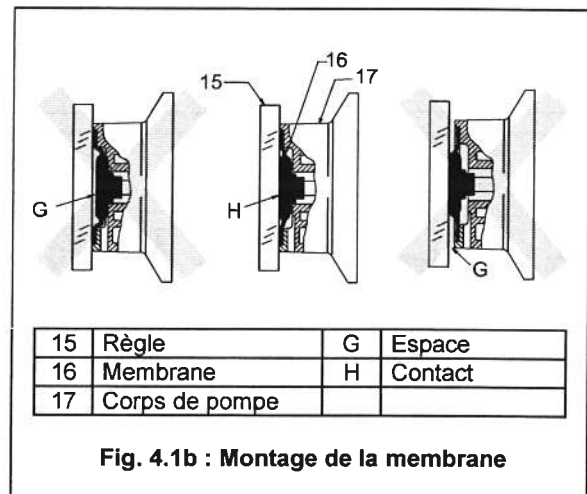

Fig. 4.1b : Montage de la membrane
7. Visser la nouvelle membrane de telle sorte que la partie centrale soit alignée avec les bords du logement de doseur (voir figure 4.1b). Une fois la membrane correctement réglée, remonter le doseur sur la pompe.